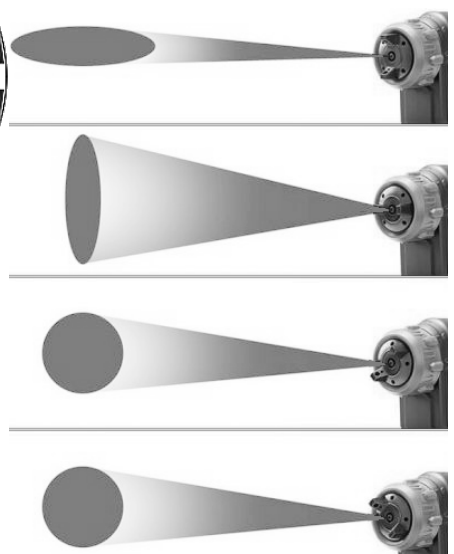

Рисунок 3
**4.6** Регулятором орієнтації та форми факелу (2) оберіть необхідне положення (дивіться рисунок 3).